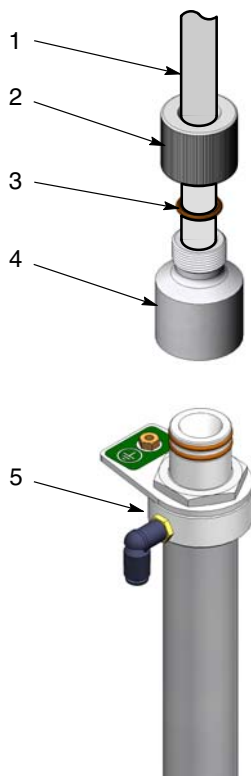

Figura 7 Conjunto de adaptador del tubo de aspiración
NOTA: Los conjuntos de adaptador del tubo de aspiración están disponibles para tubos de aspiración con o sin junta tórica externa. La figura 7 muestra un tubo de aspiración con una junta tórica externa.
1. Ver la figura 7. Cortar el extremo del tubo de succión (1) con un cortador de tubos y darle una forma cuadrada.
2. Introducir aproximadamente 2 pulgadas del tubo de succión a través de la tuerca de retención (2).
3. Instalar la junta tórica (3) en el tubo de succión.
4. Introducir el tubo de succión por el adaptador de bomba (4) hasta que toque el fondo.
7. Instalar el conjunto de adaptador en el tubo de aspiración (5) mediante un movimiento de giro.